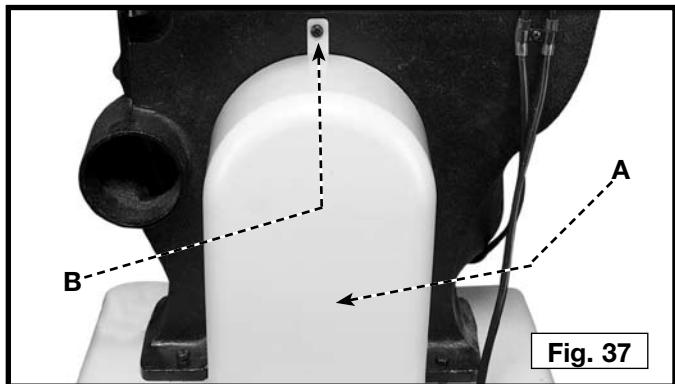

Fig. 37
1. Retirer le protecteur de poulie (A) fig. 37, en retirant la vis (B).